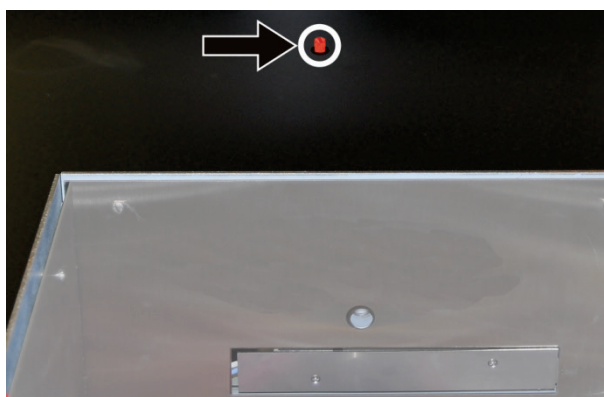

Fig. 29 Elemento de protección para el transporte del novAA 800
3. Desatornille y extraiga el elemento de protección para transporte marcado en rojo (flecha en Fig. 29) de la palanca de la rejilla y retírelo del compartimento del espectrómetro.